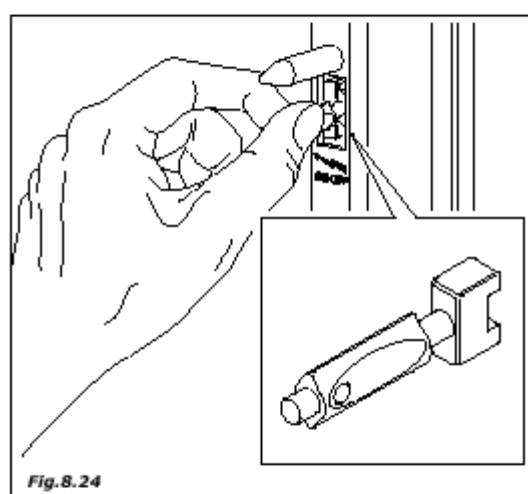

Fig. 8.24
- вставьте ключ в выключатель двери (рис. 8.24)